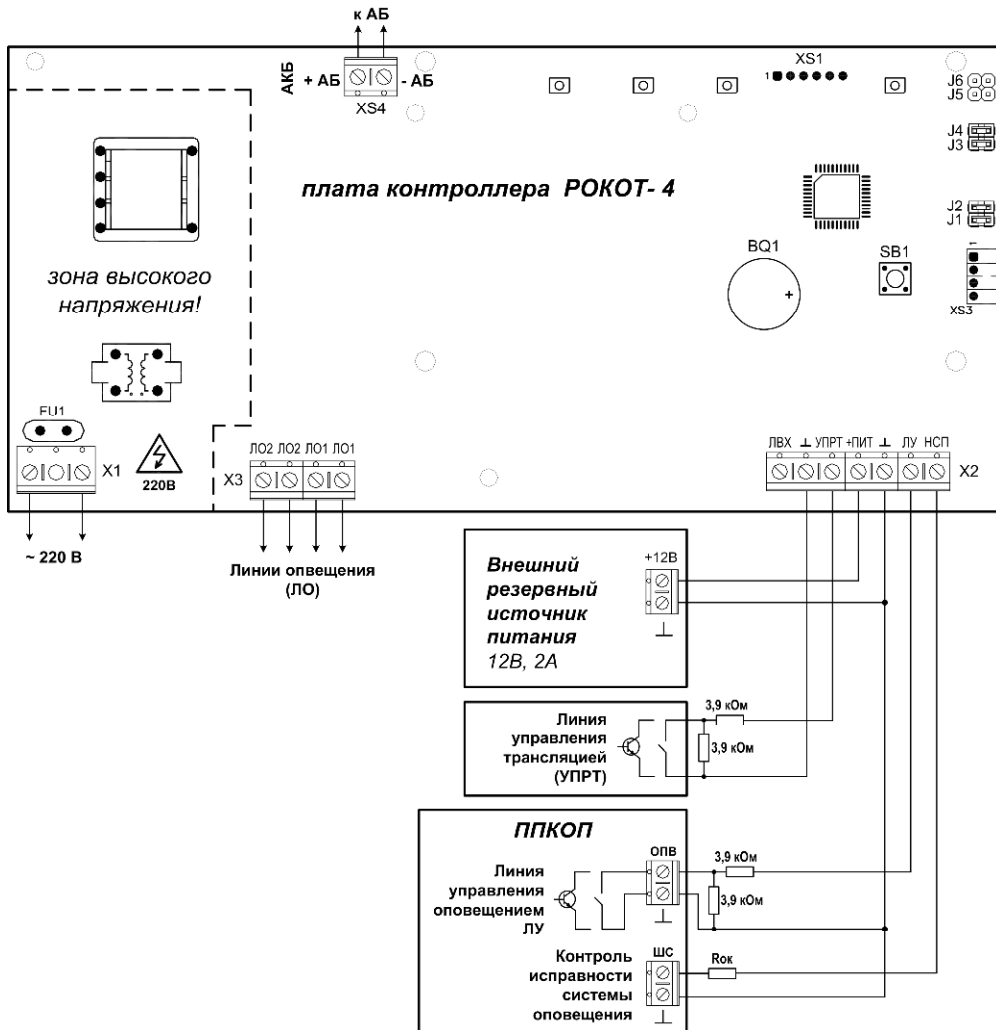

Рис. 1 Схема внешних подключений прибора «Рокот-4»
Вход в режим возможен из дежурного режима при длительном (более 4 секунд) нажатие кнопки «ТЕСТ». Для защиты от несанкционированного доступа посторонних лиц предусмотрена блокировка кнопки «ТЕСТ» с помощью перемычки J1, размещенной на плате контроллера прибора (см. рис. 1). При замкнутой перемычке J1 переход в тестовый режим заблокирован.
**ВНИМАНИЕ! На плате контроллера прибора, на участке, показанном на рис. 1 штриховой линией, присутствует напряжение ~220 В.**
В источнике питания прибора используется самовосстанавливающийся предохранитель FU1 (рис.1).
Перемычки, позволяющие выбрать тактики использования линий управления и оповещения, установлены на плате контроллера прибора (см. рис.1) и доступны после вскрытия его корпуса.
- К клеммам «220В» платы прибора подсоедините кабель сетевого питания (см. рис.1).